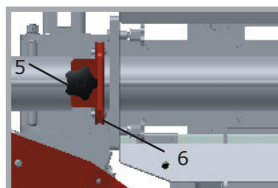

Abb. 8
- Arretierungsblech (6) mit Stergriffschraube (5) zur Positionssicherung des Zylinders befestigen (siehe Abb. 8)